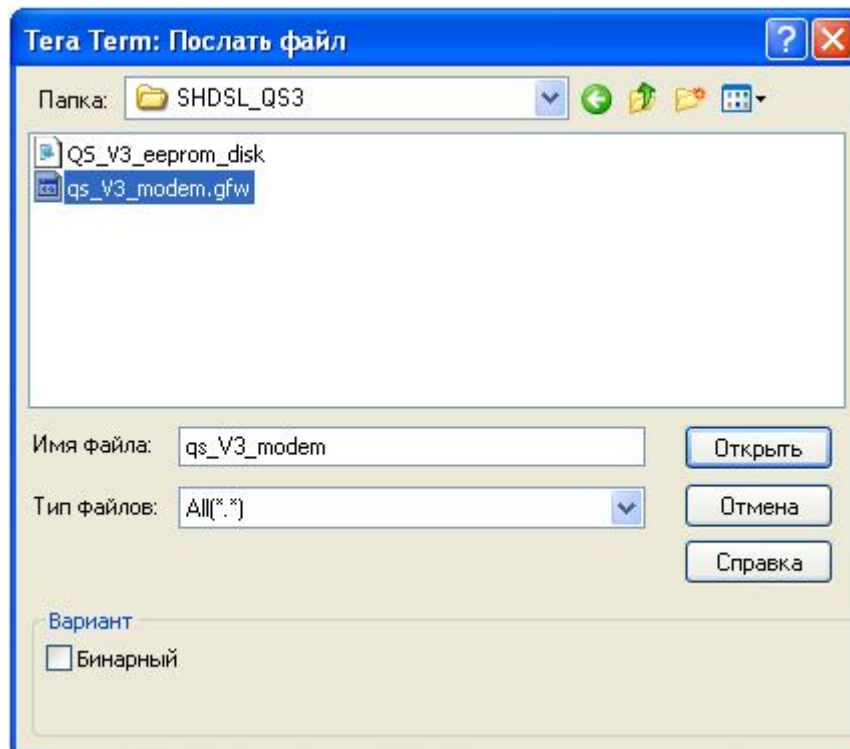

Рисунок 32 – Загрузка файла прошивки модема с расширением «gfw»
13.2 Программное обеспечение модема SHDSL-QS состоит из двух файлов прошивки - файл «qs\_V3\_modem.gfw» и файл «QS\_V3\_eeprom\_disk.hex» (см. рисунок 32).
В ПО «Tera Term» во вкладке «Файл» выбрать «Передать файл...». При этом откроется окно выбора файла для передачи. Осуществить выбор файла прошивки «qs\_V3\_modem.gfw» (см. рисунок 32) и нажать кнопку «Открыть». При этом параметр «Бинарный» в поле «Вариант» не должен быть выбран.